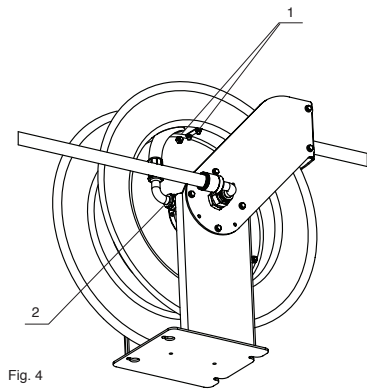
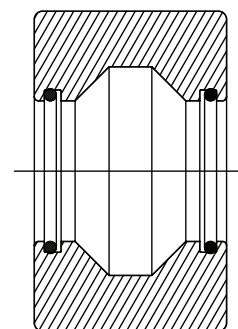

Fig. 4
Fig. 8
2. Remove the U-bolt by loosening its nuts (1) and disconnect the hose from the swivel (2) by using two wrenches (fig. 4).
4. Connect the new hose to the swivel by using two wrenches. Place the U-bolt in such a way that it firmly holds the hose against the spool, and pull the hose in order to unlock the ratchet (fig. 4).
2. Ta loss "U"-bulten (1) och lossa på slangen från sviveln genom att använda två skift- eller fasta nycklar (fig 4).
4. Anslut den nya slangen till sviveln, placera "U"-bulten så att den håller slangen fast mot trumman. Dra i slangen för att släppa spärren (fig 4).
2. Entfernen Sie den Bolzen, indem Sie die Muttern (1), mit denen er befestigt ist, lösen, und trennen Sie den Schlauch mittels zweier Schlüssel vom Anschlussgelenk (2) (Abb. 4).
1. Disconnect the hoses of the inlet shaft (1) and the swivel joint (2) (fig. 7). On the swivel, use two wrenches (fig. 4) in order to avoid any shaft damage.
2. Loosen the set screw in the nut (3) and remove said nut.
3. Remove the screws (4) and the arm (5).
4. Remove the swivel and replace it with a new one, or replace the seals. Make sure the seals are placed correctly (fig. 8).
2. Lossa stoppskruven som sitter i muttern (3) och de montera muttern.
3. Tag bort skruvarna (4) och sedan utloppsarmen (5).
4. Tag bort sviveln och byt ut, eller byt bara ut packningarna. Säkerställ att packningarna är monterade åt rätt håll (fig 8.)
2. Lösen Sie die Stellschraube an der Mutter (3) und schrauben Sie die Mutter ab.
3. Entfernen Sie die Schrauben (4) und den Arm (5).
4. Ziehen Sie das Anschlussgelenk ab und ersetzen Sie es durch ein neues oder tauschen Sie die Dichtungen aus. Stellen Sie dabei sicher, dass diese an der richtigen Stelle angebracht werden (Abb. 8).